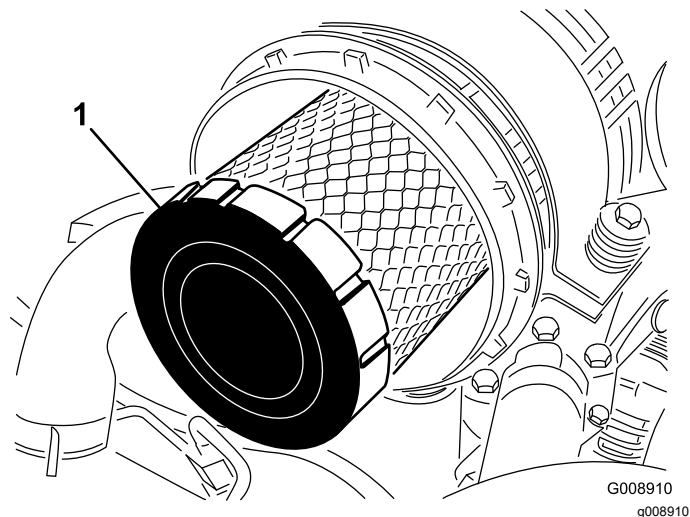

Figura 58
4. Togliete il filtro primario e sostituitelo (Figura 58).